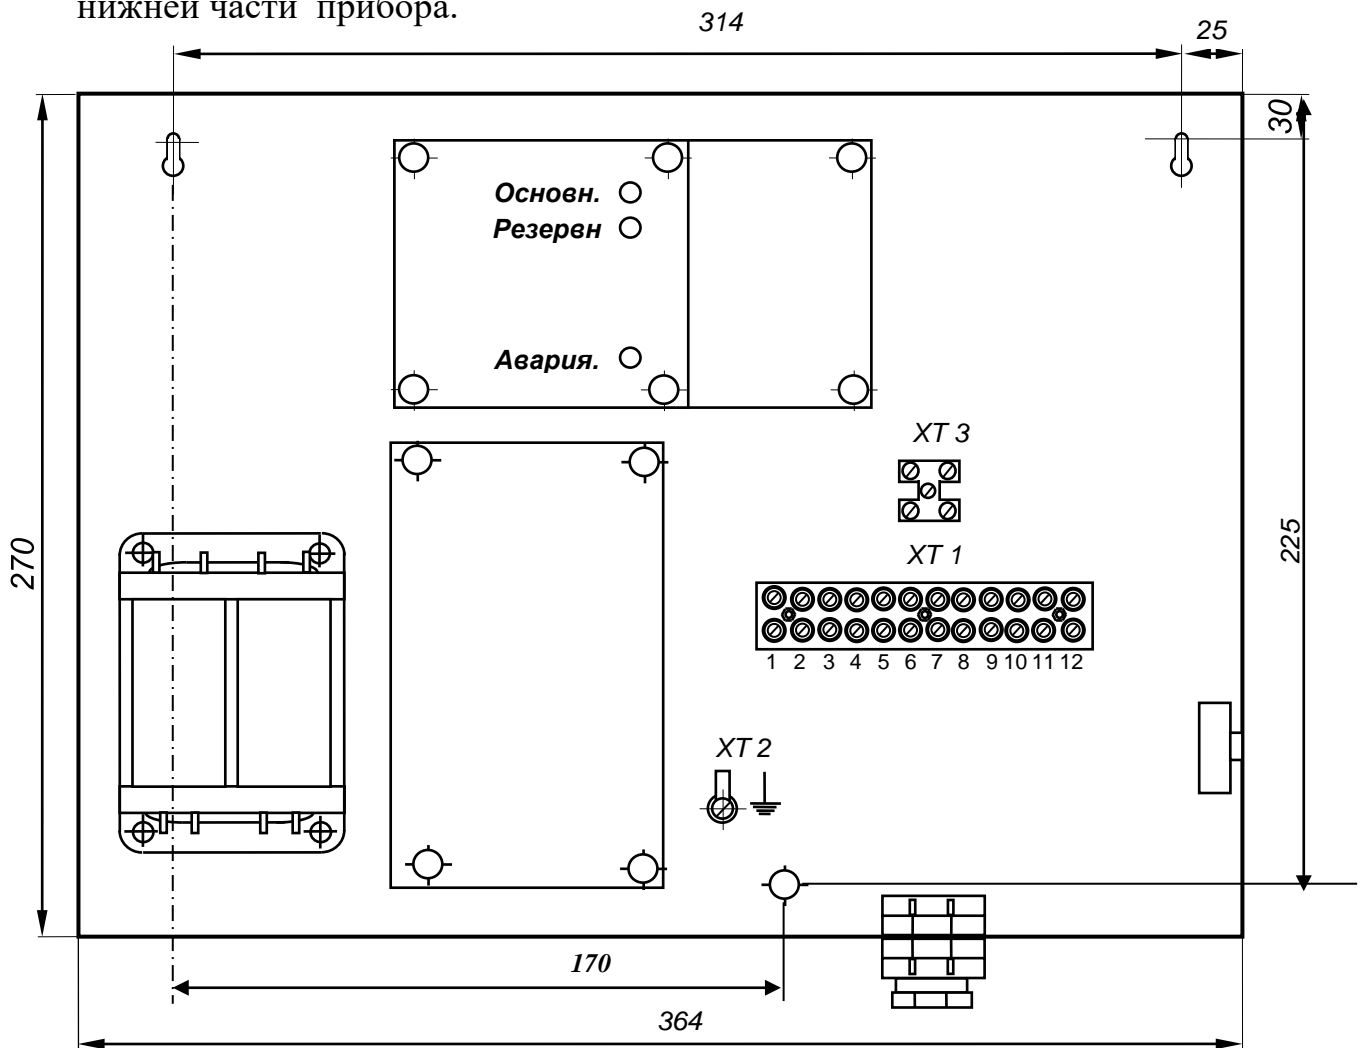

Рис.6.1
- 6.2. Присоединение проводов и кабелей к колодке зажимов, показанной на Рис.6.1, производится в соответствии со схемой подключений, приведенной на Рис.7.1. Ввод кабелей осуществляется через сальник, расположенный в нижней части прибора.